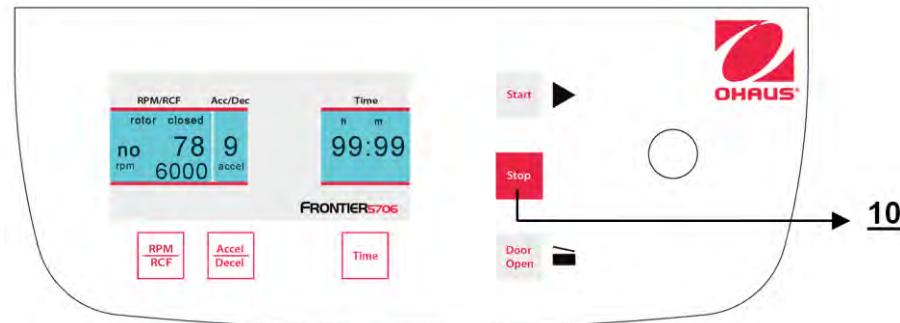

Figure. 23
La centrifugation peut être interrompue à tout moment en appuyant sur la touche "Stop" (10) (voir la figure 23). Après avoir appuyé sur la touche, la centrifugeuse décélère conformément à l'intensité présélectionnée jusqu'à son arrêt complet.